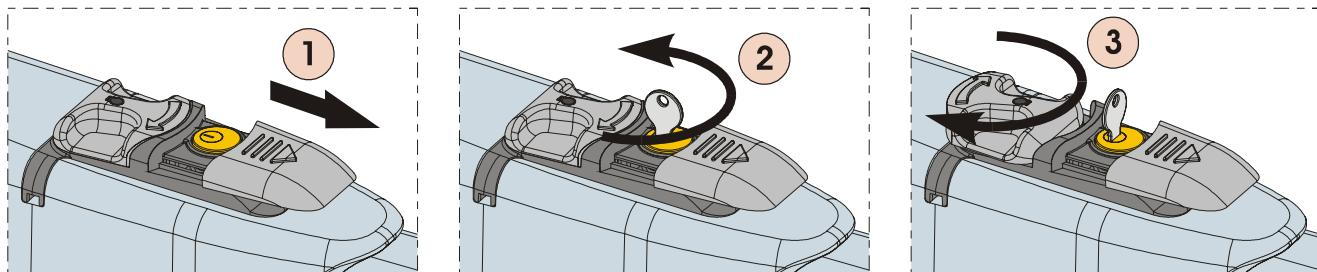

Abb. 21
- 2) Die Schutzaube – Abb. 21/1 – gleiten lassen.
- 3) Den Schlüssel einstecken und um 90° drehen, Abb.21/2.
- 4) Zur Freigabe des Antriebs den Bedienhebel um 180° in Richtung des auf dem Freigabesystem angegebenen Pfeils drehen, Abb. 21/3.